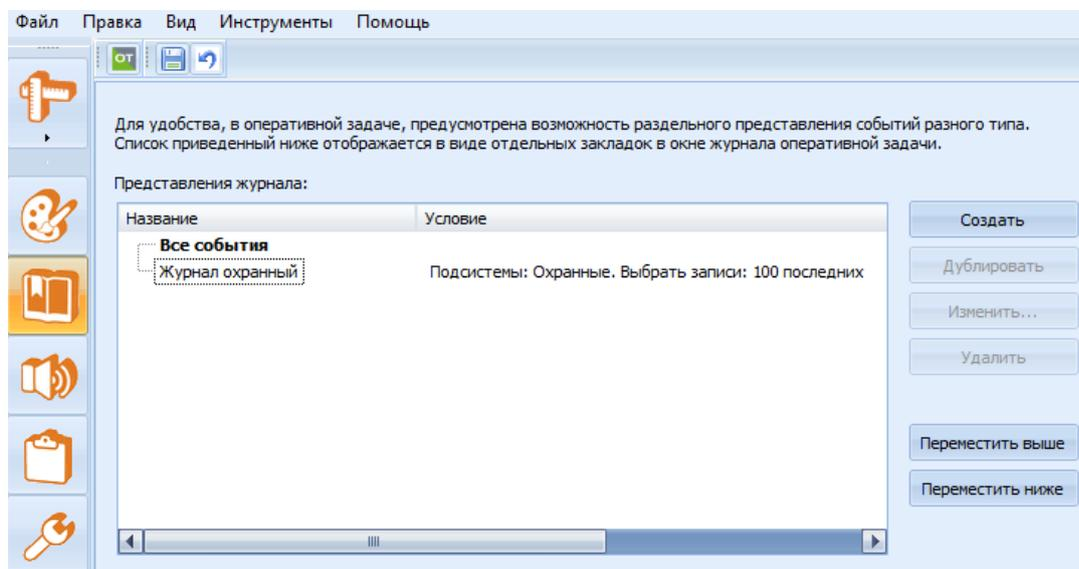

Рисунок 17.12 – Окно вкладки Журнал событий
Окно вкладки **Журналы** (рисунок 17.12) предназначено для настройки представление журнала событий. Журнал может отображать различные классы событий для любой подсистемы в приложении «ОЗ». Настроенные журналы событий отображаются в виде отдельных закладок в нижней части окна приложения «ОЗ».
- В закладках **Подсистемы** и **Классы событий** отметить необходимые для включения в журнал позиции (рисунок 17.12, 17.13).
Уже созданные журналы можно редактировать, выделив нужный журнал в списке и нажав кнопку «Изменить» (рисунок 17.12). Кнопки «Переместить ниже», «Переместить выше» позволяют менять очередность расположения журналов.